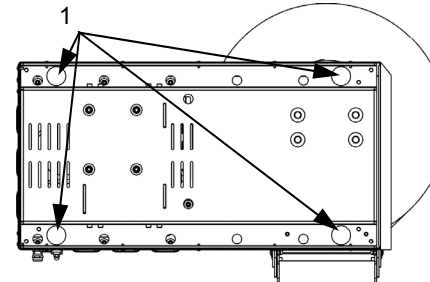

Fig. 10.1
SCHRITT 1 (Abb. 10.1).
Die Maschine auf den Arbeitstisch auflegen und auf eine Seite drehen (siehe Abb. 10.1).